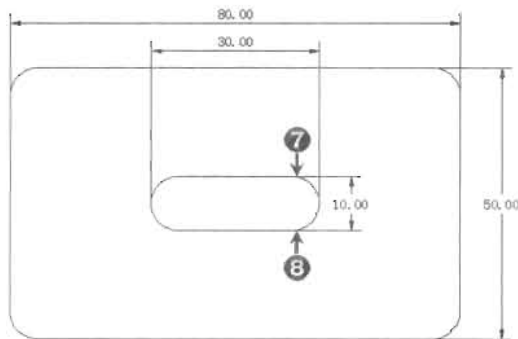

图 10-36
(5) 按空格键继续执行 Dimlinear 命令, 标注结果如图 10-36 所示, 命令执行过程如下。